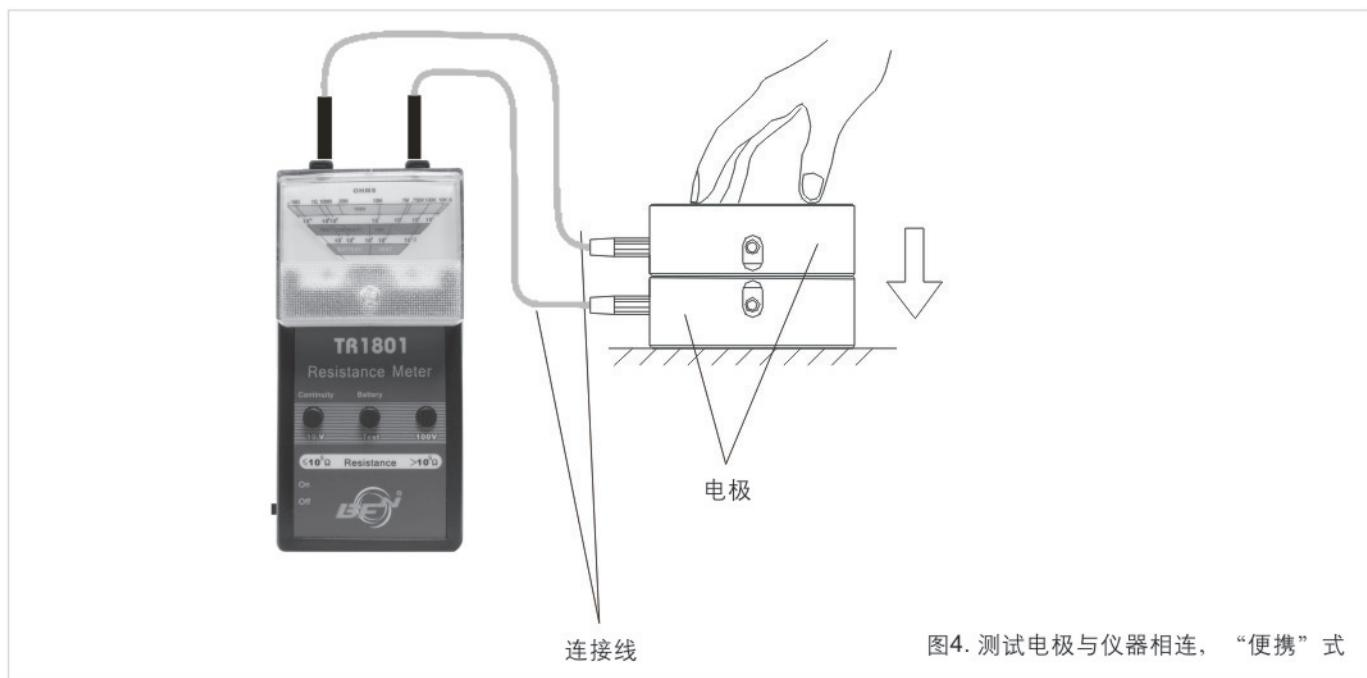

图4. 测试电极与仪器相连，“便携”式
- 将电极放置在平整表面，如图4所示，按住上面的电极部件与框架良好接触（“便携”式）